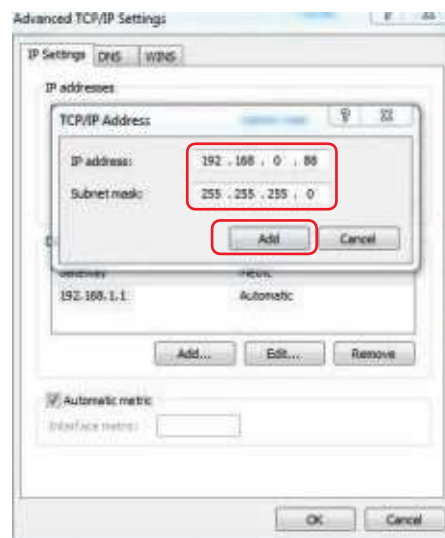

Fig. 6.9
- (3) Introduceți următoarele informații în fereastra “TCP/IP address”. Faceți clic pe “Add” (vezi Fig. 6.9).